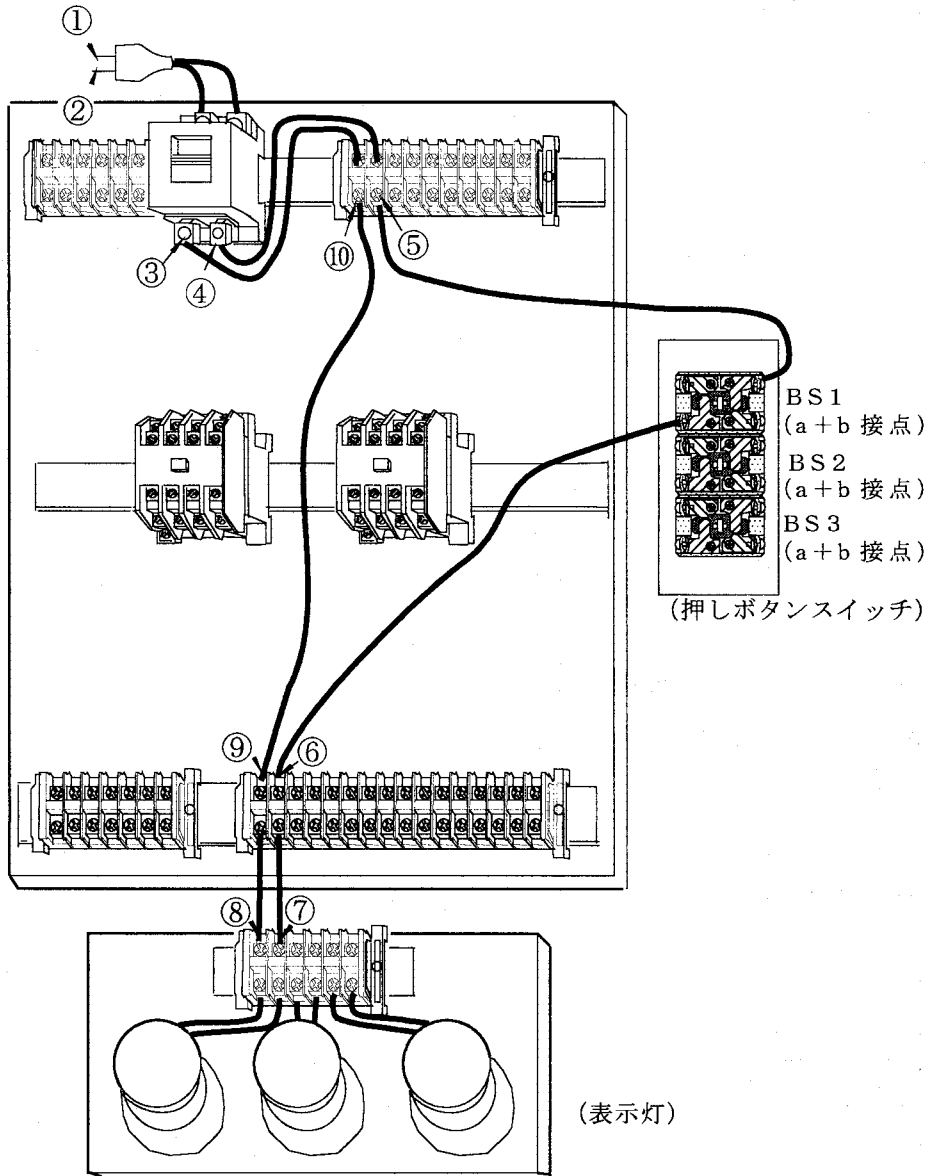

図3-4 表示灯の点灯の配線
- 1) 押しボタンスイッチのa接点を使って、押しボタンスイッチを押すと表示灯が点灯する回路を、図3-4を参考にして配線しなさい。